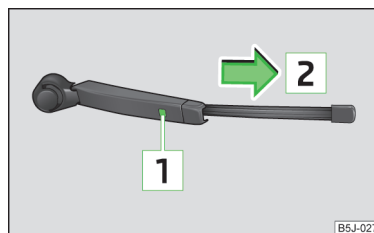

Fig. 35
- » Levante el brazo de la escobilla separándolo del parabrisas » fig. 35.